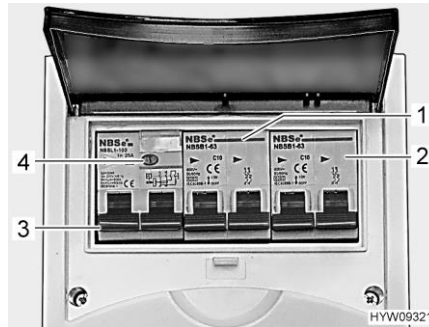

Bild 81 Leitungsschutzschalter und Fehlerstrom-Schutzschalter (FI) (230-V-Sicherungskasten)
Ein Fehlerstrom-Schutzschalter (FI-Schalter) (Bild 81,3) im Sicherungskasten sichert das gesamte Fahrzeug gegen Fehlerstrom (30 mA) ab.
Der nachgeschaltete Leitungsschutzschalter (10 A) (Bild 81,1) sichert die 230-V-Steckdosen, den Elektroblok und das Zusatzladegerät ab.
Bei Fahrzeugen mit Sonderausstattung (z. B. Wechselrichter oder Elektro-Heizung mit Heizstab) sichert ein zusätzlicher Leitungsschutzschalter (16 A) (Bild 81,2) das Gerät ab.
- Wenn das Fahrzeug an die 230-V-Versorgung angeschlossen ist, die Prüftaste (Bild 81,4) drücken. Der Fehlerstrom-Schutzschalter (FI) muss auslösen.